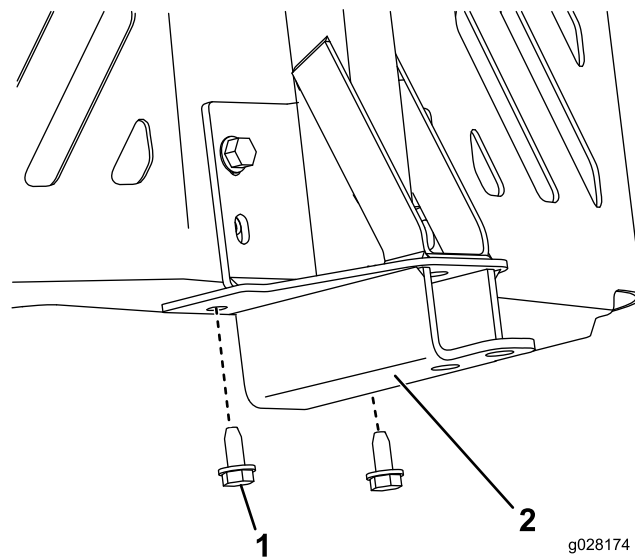

Figura 16
3. Scoatei cele 2 uruburi cu autofiletare existente din partea de jos a cadrului mainii (Figura 16).
5. Poziionai cadrul de pivotare în sus i fixai-l la partea inferioară a cadrului mainii folosind 2 uruburi cu autofiletare (5/16 × 3/4") aa cum se arată în Figura 16.